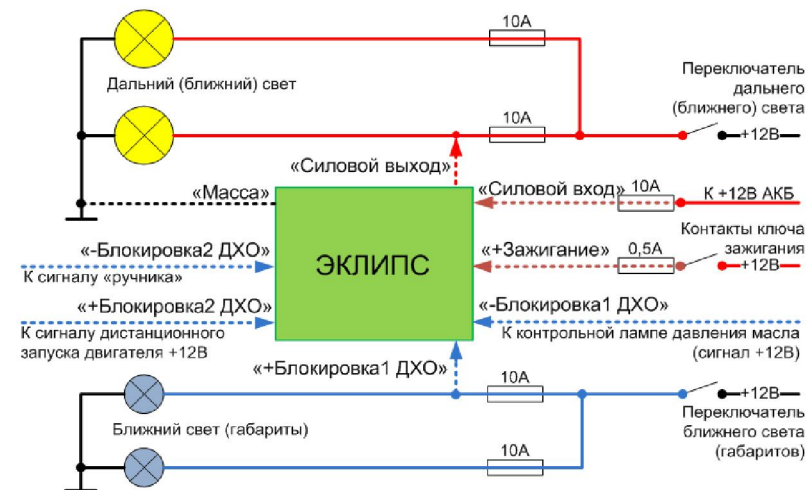

Рисунок 2 – Типовая схема подключения устройства управления ДХО «СИЛИЧЬ-ЭКЛИПС» для штатной схемы с коммутацией ламп на «+12В».
Для управления параметрами устройства, а также для включения/выключения режима программной блокировки служит **режим управления**, в который можно войти, только выполнив заданную последовательность действий. **Интервал разрешения входа в режим управления** предназначен для выполнения необходимых манипуляций подрулевым переключателем включения/выключения ближнего света (габаритов) с целью входа в режим управления. Этот интервал запускается при включении зажигания с наличием какого-либо из сигналов блокировки, например сигнала блокировки при включении ближнего света (габаритов). Следует отметить, что при подключении устройства в соответствии с типовой схемой (см. рисунок 2 или 3), интервал разрешения входа в режим управления будет запускаться всегда, по причине наличия блокировки от сигнала с контрольной лампы давления масла, так как двигатель еще не запущен.
6.2.4 **Провода «Блокировки ДХО»** подключаются в соответствии с рекомендованной схемой подключения (см. рисунок 2 или 3). Провод блокировки по сигналу включения ближнего света (габаритов) должен быть подключен обязательно. Остальные провода блокировки могут быть не задействованы, при этом их необходимо заизолировать и оставить неподключенными.